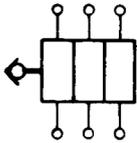

Рисунок 8
1. с винченым смазочным ниппелем и подачей смазочного материала посредством пресса для масла или консистентной смазки с ручным или ножным управлением, пока индикатор движений однократно не передвинется внутрь и наружу (рисунок 8).